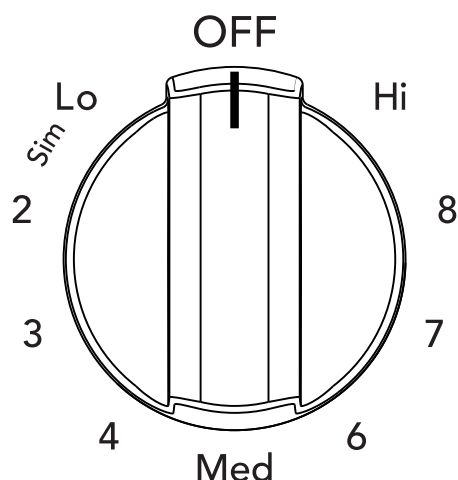

Figure 35: Bouton de commande d'un élément unique
2. Pousser et tourner le bouton de commande de surface dans un sens ou dans l'autre (Figure 35) pour obtenir la valeur souhaitée (reportez-vous au « Réglages suggérés pour l'élément de surface à rayonnement » au Table 3).
Démarrer la majorité des cuissons sur un réglage élevé, puis revenir ensuite à un réglage plus bas pour terminer. Les boutons de commande de surface n'ont pas à être réglés exactement sur un point particulier. Utiliser les tableaux graphiques fournis à titre de guide et régler le bouton de commande selon les besoins (voir Figure 35).